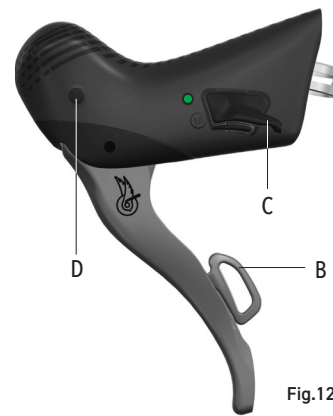

Fig.12
- Facendo pressione sul tasto interno, il cambio scende (C - Fig.12).
- Facendo pressione sulla leva esterna, il cambio sale (B - Fig.12).
- Facendo pressione sul tasto Smart il cambio scende (D - Fig.12).